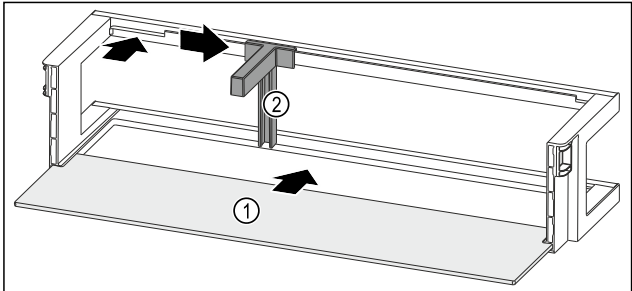

Fig. 226 Balconnet de contre-porte avec tablette de rangement
- Insérer la tablette de rangement Fig. 226 (1) dans les évidements latéraux.
- Insérer le range-bouteilles Fig. 226 (2) dans l'évidement.
- Pousser le range-bouteilles Fig. 226 (2) sur le côté en position souhaitée.